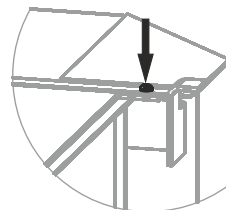

Рисунок 11. Саморезы для демонтажа бака печи «Шилка Б»
4. Отсоединить бак, открутив 2 самореза (рисунок 11)